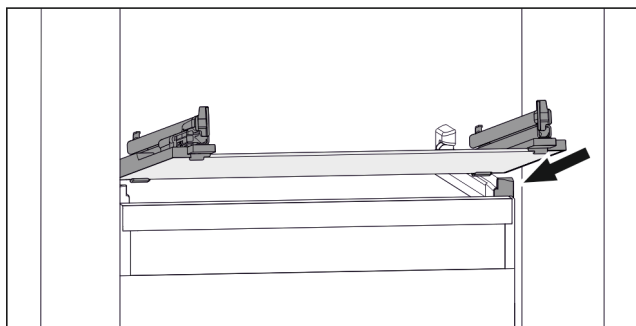

Fig. 72 Eksempel på fremstilling av glassplaten
- ▶ Sett glassplaten på skrå bak stopperne. (se Fig. 72)